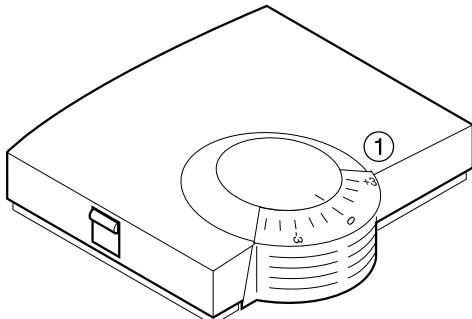

Figure 5: HCW 82
- ▶ Sélectionnez avec la molette de réglage (1) (voir Figure 5) le décalage de la température désirée (indications de l'échelle graduée en  $^{\circ}\text{C}$ ).
- ▶ Contrôlez si la molette de réglage se trouve dans la position montrée à la Figure 5.